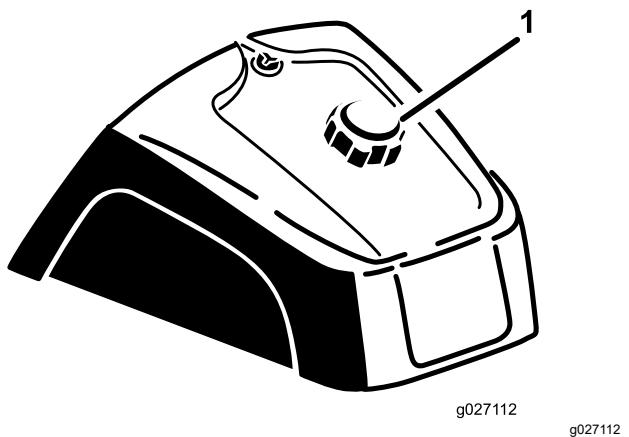

Figura 16
1. Limpie la zona alrededor del tapón del depósito de combustible (Figura 16).